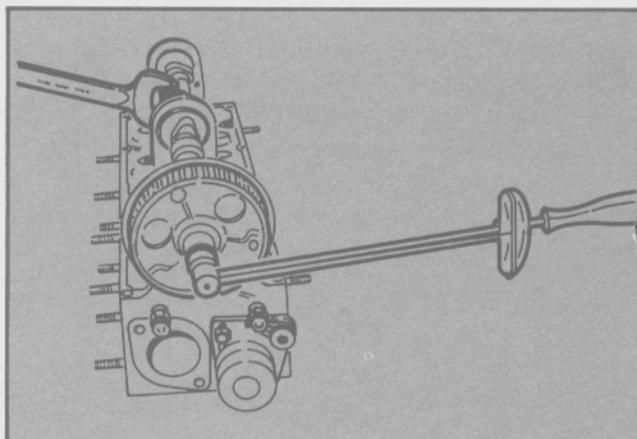

Fig. 89 - Ajuste del tornillo de la polea del árbol de levas
- Colocar la arandela de empuje y la polea dentada del árbol de levas, con el refuerzo hacia afuera. Ajustar el tornillo de fijación al torque indicado en especificaciones, sujetando el árbol de levas con una llave de boca (Fig. 89).